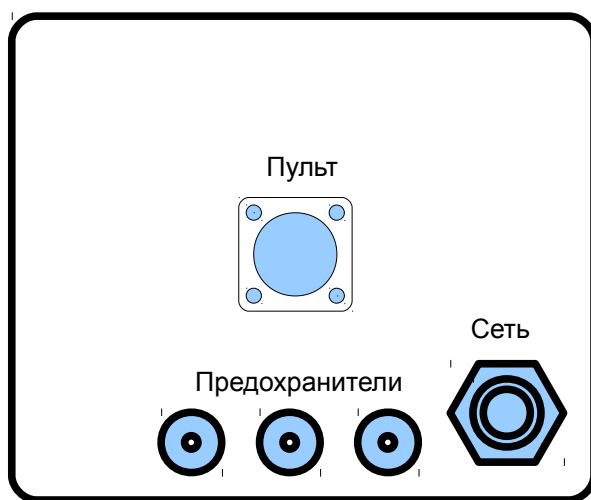
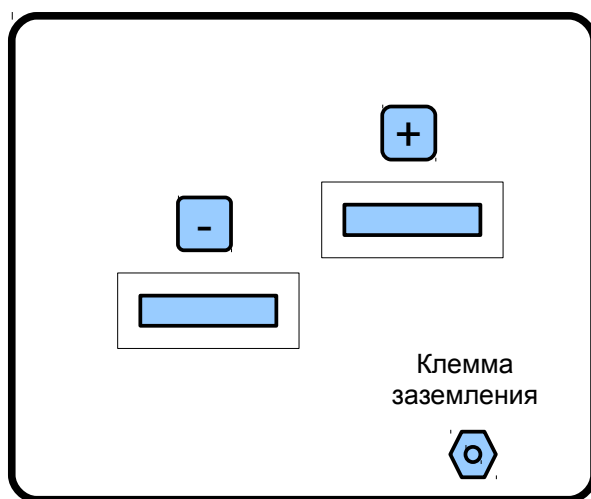

Рис. 1. Внешний вид силового блока с лицевой стороны.
Рис. 2. Внешний вид силового блока с тыльной стороны
1.3.1.2 Силовой блок состоит из металлического корпуса, охладителя с установленным на нем вентилятором. Внутри корпуса расположены печатные платы с расположенными на них радиоэлементами, силовой трансформатор и выходной фильтр. Печатные платы и остальные элементы, расположенные внутри корпуса, покрыты специальным защитным составом, исключающем доступ агрессивных агентов к внутренним элементам силового блока. Источник охлаждается внешним обдувом, что так же минимизирует проникновение агрессивных агентов внутрь корпуса силового блока. На лицевой панели силового блока расположены: сетевой шнур питания с трехфазной вилкой, предохранители, клемма заземления, соединитель для подключения выносного пульта управления. Вид силового блока с лицевой стороны показан на рис. 1. На тыльной панели силового блока расположены выходные клеммы. Вид силового блока с тыльной стороны показан на рис. 2. Маркировка выходных клемм указана для прямого тока.